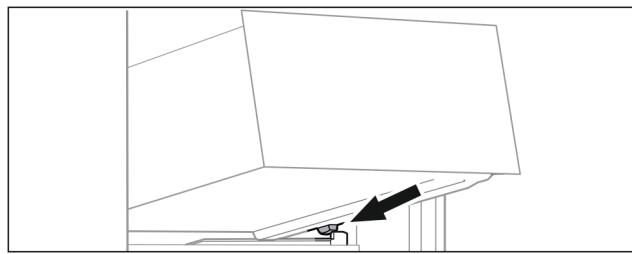

Fig. 72
- Наклоняя вниз, установите выдвижной ящик за стопоры на контейнерное ребро. (см. Fig. 72)